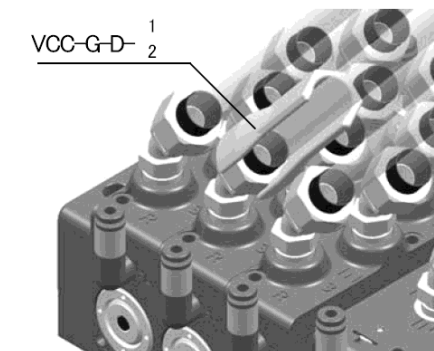

Figura 15
- Al momento di collegare un tubo con un raccordo, serrare il dado di unione manualmente, quindi girare di 1.5-2 usando l'utensile VDC-G-D-1 o -2. Vedere Figura 15